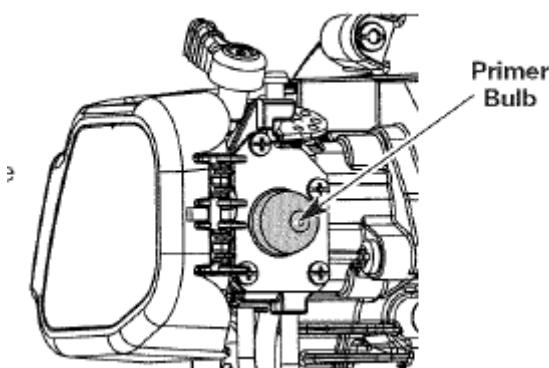

Рис. 7
- Полностью выжмите и отпустите кнопку подкачки топлива 10 раз. В кнопку должно попасть некоторое количество топлива (Рис. 7). Если видимых признаков появления топлива в кнопке не наблюдается, выжмите ее еще несколько раз до появления топлива в кнопке.
3. Полностью выжмите и отпустите кнопку подкачки топлива 10 раз. В кнопку должно попасть некоторое количество топлива (Рис. 7). Если видимых признаков появления топлива в кнопке не наблюдается, выжмите ее еще несколько раз до появления топлива в кнопке.